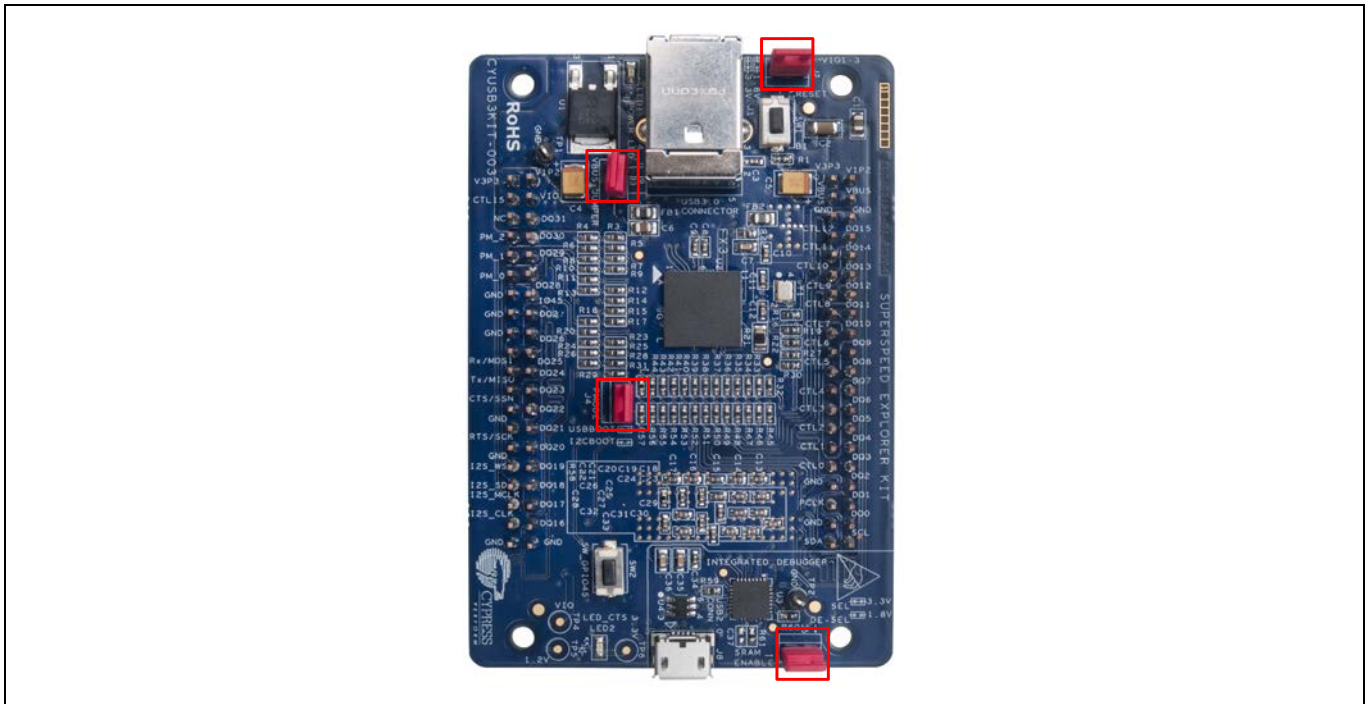

Figure 12 SuperSpeed Explorer 套件电路板的 USB 启动设置
1. 准备 **EZ-USB™ FX3 SuperSpeed Explorer 套件 (CYUSB3KIT-003)**。在该过程中，EZ-USB™ FX3 固件是从 USB 主机下载的，因此必须配置 EZ-USB™ FX3 DVK 开发板从 USB 启动。连接所有跳线器 (如 **Figure 12** 所示)，来选择 USB 启动。这些跳线器设置都使用一个红色框或圆圈加亮显示。有关该开发板的详细信息，请参考**套件用户指南**。SuperSpeed Explorer 套件电路板只能由 USB 线缆供电(总线供电)。